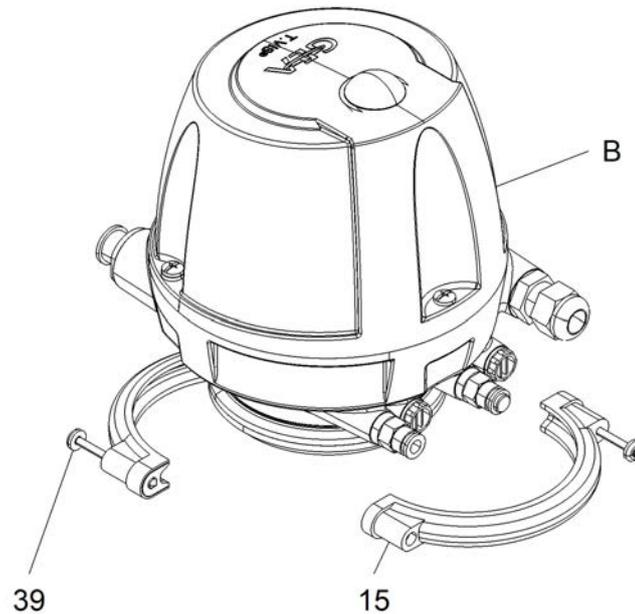

Abb.32
- Achten Sie auf die richtige Zuordnung der Kabel zwischen den Pilotventilen und der Platine (78.1) (siehe Abb. 32) – Pilotventil Y1 muss angeschlossen werden an Steckverbinder J2 und Pilotventil Y3 an Steckverbinder J4.